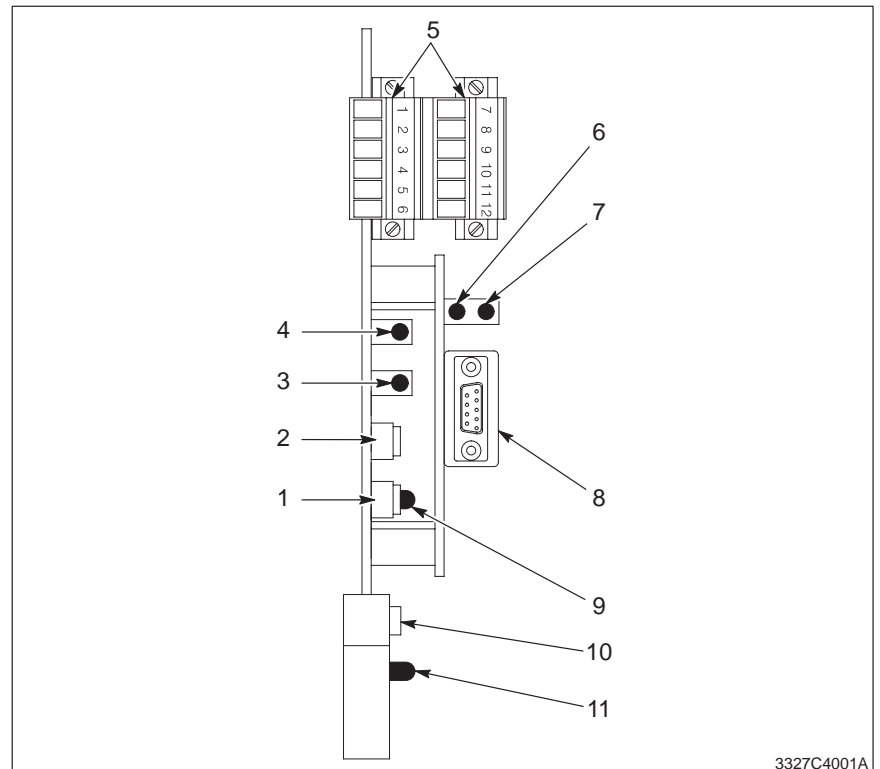

Fig. C 1-1 Componenti scheda interfaccia UCS Profibus
Vedere la figura C 1-1.
Vedere la figura C 1-1 e consultare al tabella C 1-3 per la descrizione dei LED sulla parte frontale della scheda interfaccia.
Vedere la figura C 1-1 e consultare la tabella C 1-5 per la descrizione degli interruttori.
4. Orientare la scheda nella posizione visualizzata nella figura C 1-1.